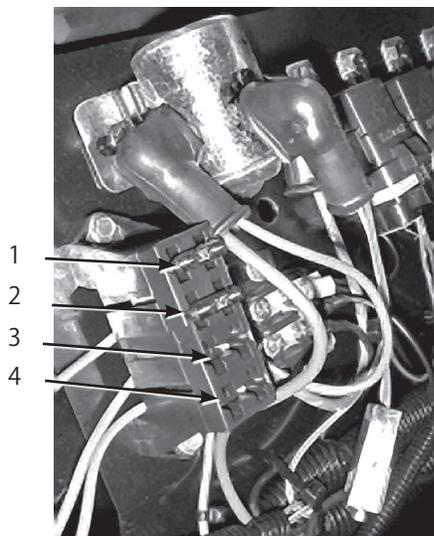

図57
全部で2本のヒューズを使用し、2本の未使用スロットがあります。ヒューズは運転席下(図57)に取り付けてあります。
2. バッテリー・ボックスのノブ(図57)をゆるめ、カバーを外す。
3. バッテリー押さえと付属の金具類を外す(図57)。